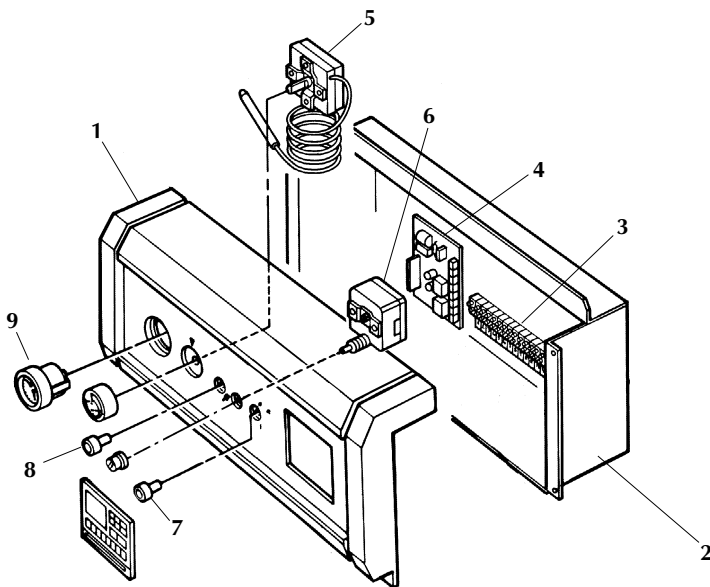

Рис. 5
Примечание - Особо аккуратно обращайтесь с электронным блоком контроля пламени (рис.5, поз.4).
4.3. Схема пульта управления (рис.5)